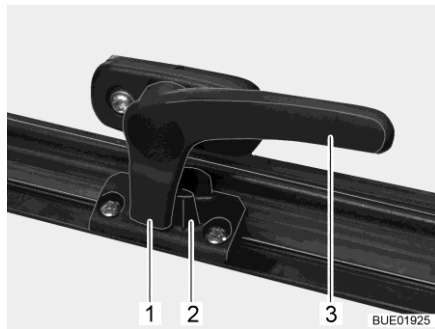

Fig. 12 Palanca de bloqueo en la posición "cerrada"
- Girar la palanca de bloqueo (Fig. 12,3) un cuarto de vuelta hacia la mitad de la ventana.
- Girar la palanca de bloqueo (Fig. 12,3) un cuarto de vuelta hacia el marco de la ventana. El saliente de bloqueo (Fig. 12,1) se encuentra en la cara interior del bloqueo de la ventana (Fig. 12,2).
- En la posición "cerrada fijamente" (Fig. 12).